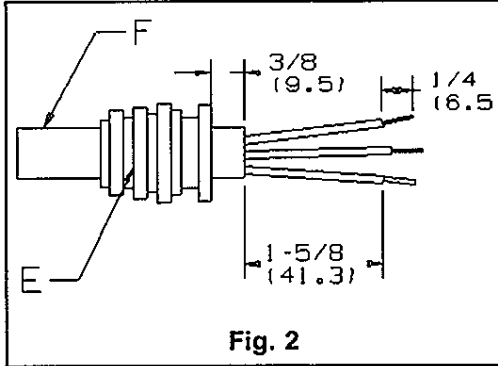

Fig. 2
2. Strip cable and wires to recommended lengths. (Fig. 2)
6. Install Cable Grommet E on cable F (Fig. 2) according to TABLE 1.
2. Dénuder le câble et les conducteurs aux longueurs recommandées. (Fig. 2)
6. Fixer le passe-cordon E au câble F (Fig. 2) selon le TABLEAU 1.
2. Pelar el cable y los hilos en las longitudes recomendadas. (Fig. 2)
6. Instalar el pasacable E en el cable F (Fig. 2) según la TABLA 1.